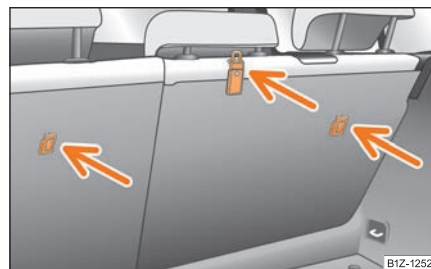

Fig. 195 Scaunul din spate: Top Tether
În unele țări, legea impune echiparea scaunelor din spate cu inele de fixare pentru scaunele pentru copii cu sistem „Top Tether” ⇒ fig. 195.
- Fixați scaunele pentru copii cu sistem „Top Tether” numai în locurile special prevăzute ⇒ fig. 195.